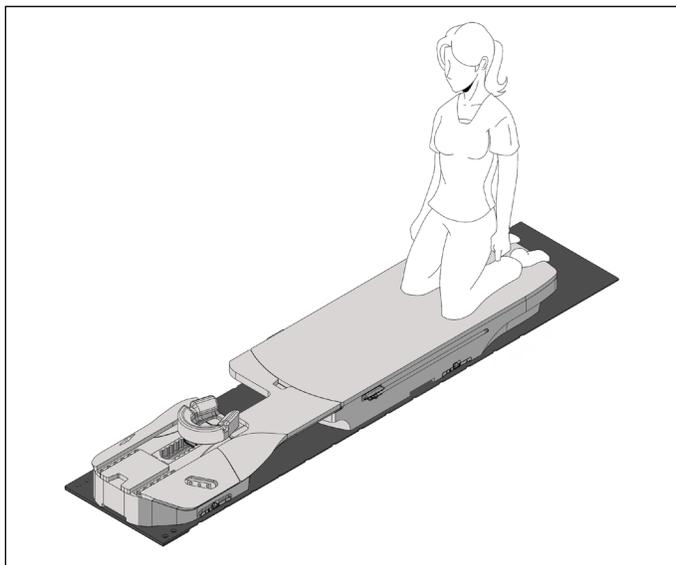

Fig. 12
2. Quando il paziente è sull'inserto, allinearne le ginocchia agli indicatori appropriati presenti sull'imbottitura. (Fig. 12)